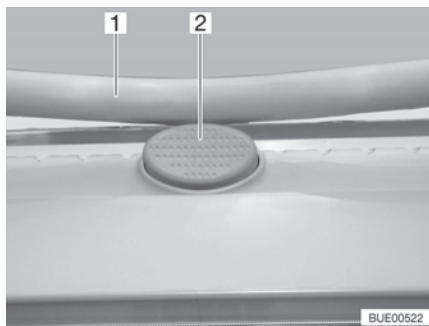

Bild 51 Låsknapp (Heki-taklucka)
- Tryck på låsknappen (Bild 51,2) och dra ner bygeln (Bild 51,1) med båda händerna.
- Tryck bygeln uppåt med båda händerna tills bygeln ligger ovanför låsknappen (Bild 51,2).